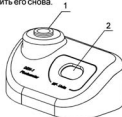

Рис.2
- 3.5.3 Встряхните пробирку с соответствующим стандартным раствором (для встряхивания рекомендуется использовать Vortex V-1) и вставьте в гнездо денситометра (рис.2/1).
- 4.3 На передней панели прибора загорается дисплей (рис.2/2), показания которого означают следующее: